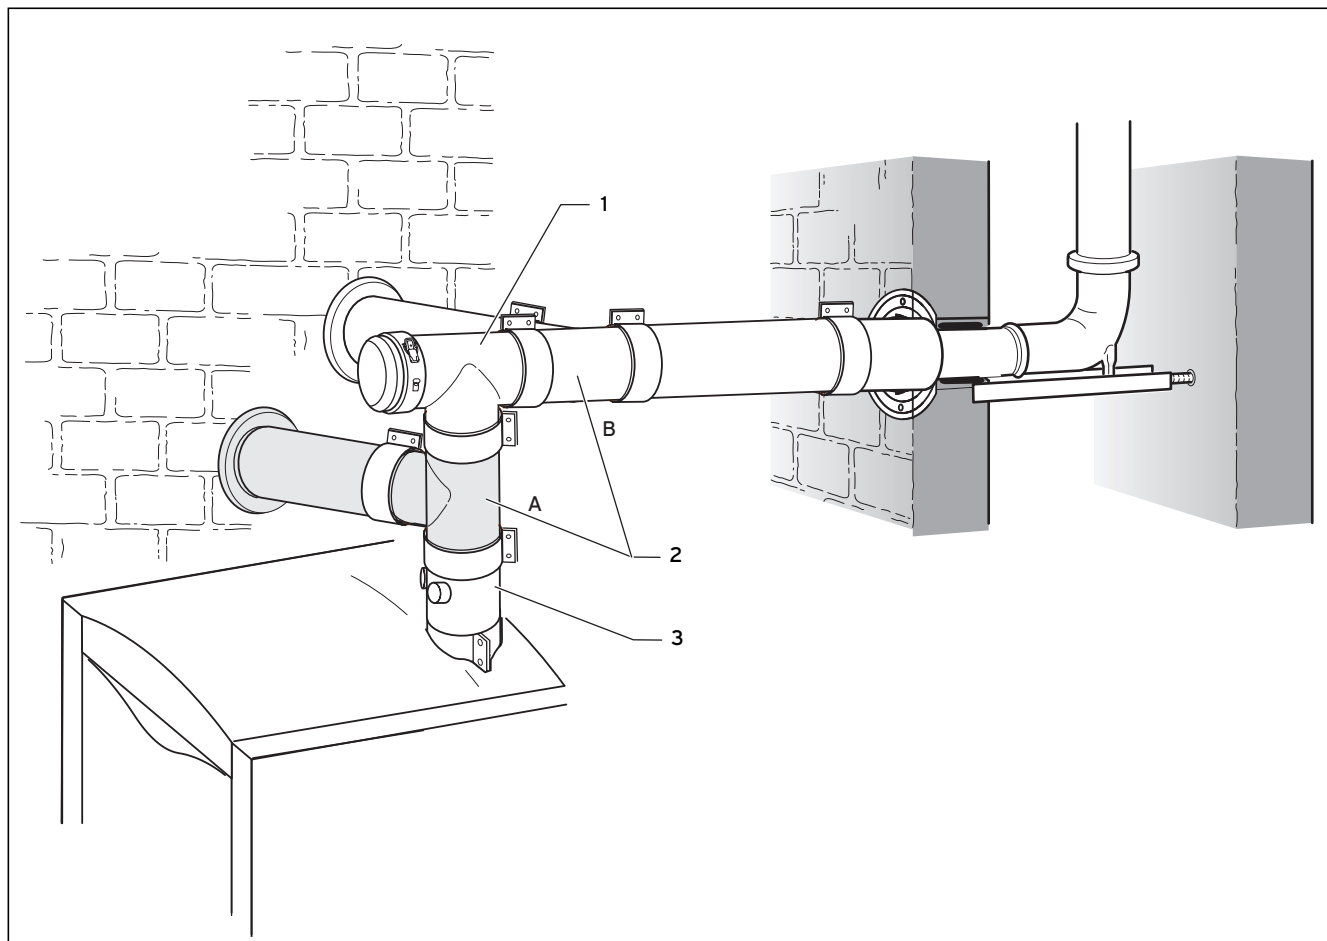

Abb. 4.24 Anschlussmöglichkeiten für getrennte Luftzuführung
Das Zuluftanschluss-T-Stück (4) kann auch zwischen Geräteanschlussstück (2) und Revisions-T-Stück (3) eingesetzt werden (siehe Abb. 4.24)
- **Stecken Sie die Trennvorrichtung (5) mit der Muffe bis zum Anschlag auf die Verlängerung (6).**
- Verbinden Sie die Verlängerung (6) mit der Abgasleitung (7).
- Verbinden Sie die Trennvorrichtung (5) mit dem Zuluftanschluss-T-Stück (4). Diese Stelle dient später als Trennstelle.
- Montieren Sie die Luftschele (8) der Trennvorrichtung.
- Verlegen Sie Verlängerungen und Rohre bis zum Zuluftanschluss-T-Stück (4). Beginnen Sie am Luftansaugstück (1).